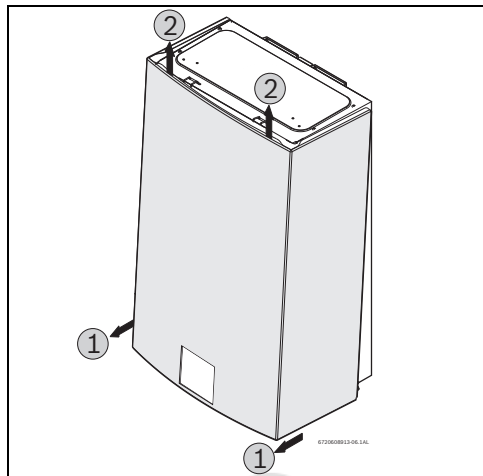

Рис. 24
- Снимите переднюю крышку, см. Рис. 24 .